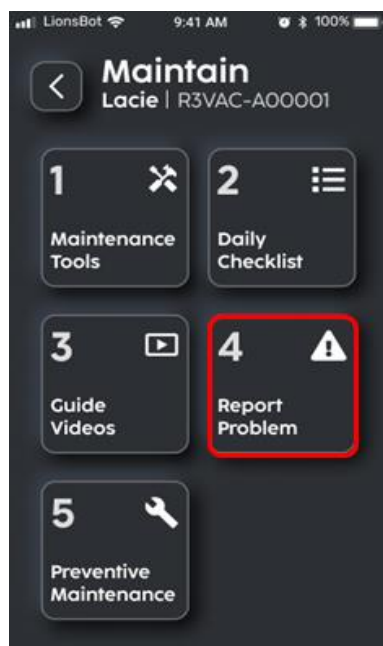

FIGURE 7-21
1. Cliquez sur 'Signaler un Problème' (Fig. 7-21).